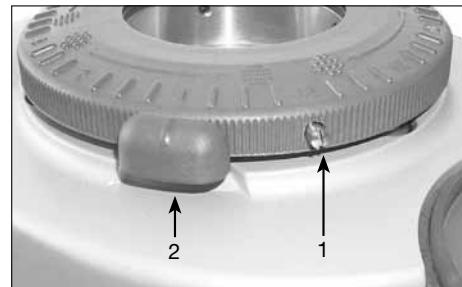

Abb. 2 - Montagem incorrecta
Na fig. 2 ilustra-se o posicionamento incorrecto do disco de regulação: o parafuso de bloqueio da tremonha (1) encontra-se depois do perno de paragem das lâminas (2).